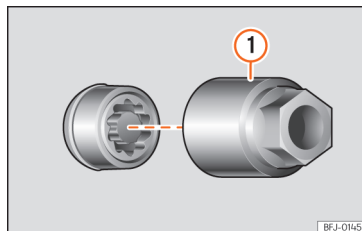

Рис. 196 Колісний болт-секретка з ковпачком та адаптером.
- Вставте адаптер >>> **рис. 196 ①** з набору інструменту в головку болта до кінця >>> **с. 260**.